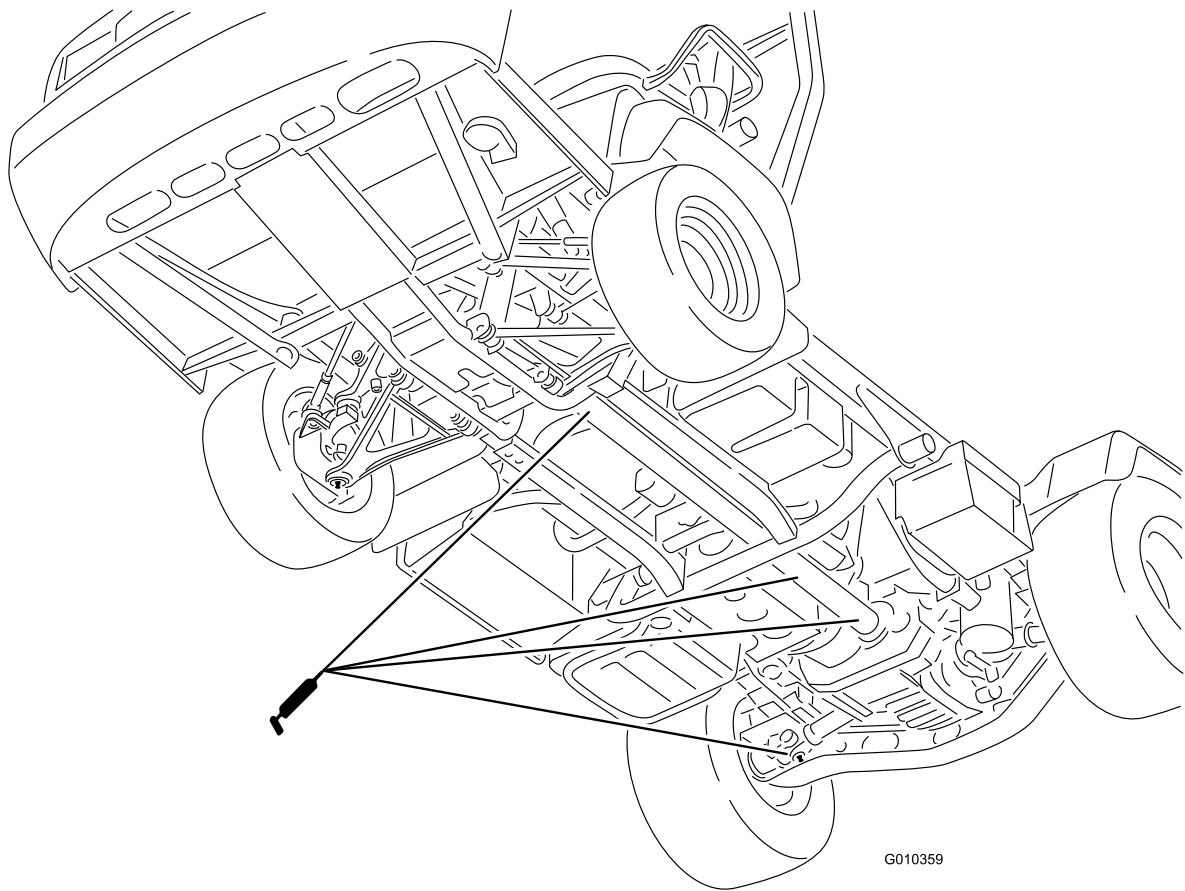

Bild 44
- U-Gelenk (18) und Allradantriebsachse (3) (Bild 44)